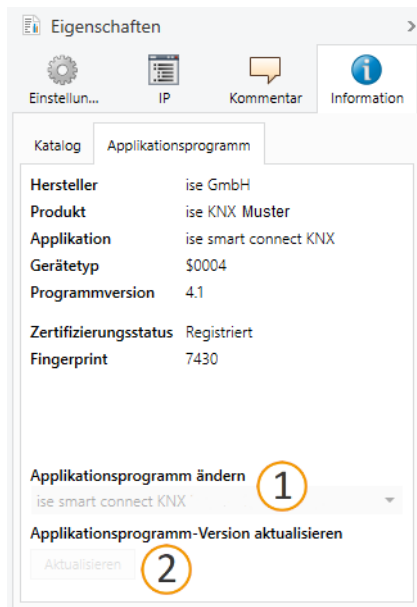

Abbildung 21: Applikationsprogramm aktualisieren
5. Wählen Sie die Schaltfläche <<Aktualisieren>> unterhalb des Punkts <<Applikationsprogramm-Version aktualisieren>> (siehe Abbildung 21, Pos. 2)
- Wenn Sie den Wert unter <<Applikationsprogramm ändern>> (siehe Abbildung 21, Pos. 1) ändern, gehen benutzerdefinierte Einstellungen, wie z. B. die Verknüpfungen zu den Gruppenadressen verloren.